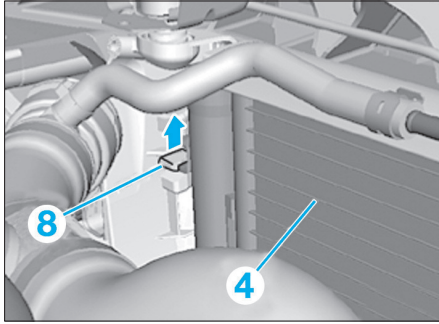

Fig. 8
- Repousser les conduites de frigorigène (6) et (7) légèrement sur le côté.
• Déverrouiller la patte de fixation (8) dans le sens de la flèche et tirer en arrière le condensateur de climatisation (4) (Fig.8).